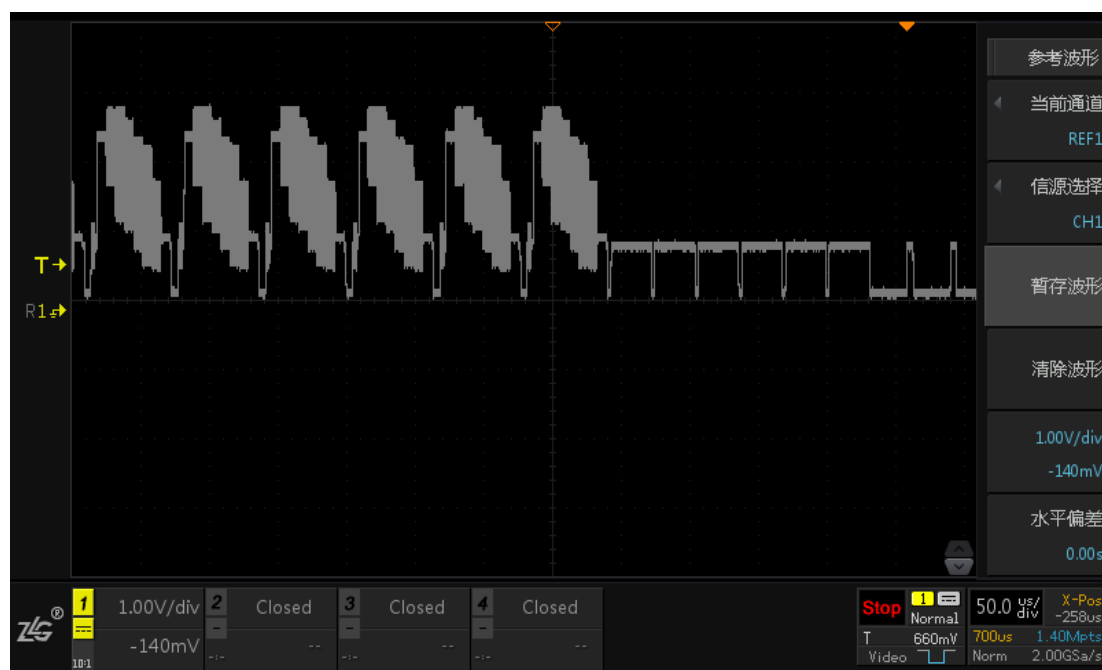

图 21.11 一键轨迹波形
- 6、此时点击【Trace】将视频信号进行临时保存，可看到有参考波形轨迹显示在屏幕上如图 21.11 所示；